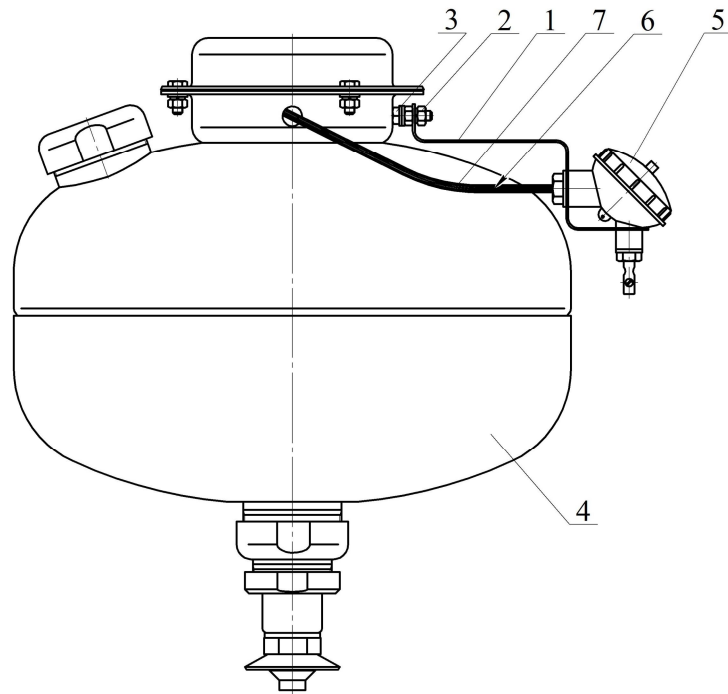

Рисунок 2
4.3.1.1 На кронштейне **1**, закрепленном гайкой **2** на заземляющем зажиме **3** МУПТВ **4** (см. рисунок 2), установлен электронный узел запуска **5** (устройство пусковое температурное). Вывода **6** элемента электропускового ИХГ, вставленные в трубку ПВХ **7**, через гермоввод соединены с электронным узлом запуска **5**.
6.9.2 Гайкой **2** (см. рисунок 2) закрепить на корпусе МУПТВ кронштейн **1**.
6.9.3 С корпуса **1** электронного узла запуска (см. рисунок 4) открутить крышку **2** и винт **3**. Через отверстия винта **3** (см. рисунок 4) и кронштейна **1** (см. рисунок 2) в гермоввод электронного узла запуска ввести провода элемента электропускового ИХГ и при необходимости ШПС. Винтом **3** согласно рисунку 2 закрепить на кронштейне электронный узел запуска.